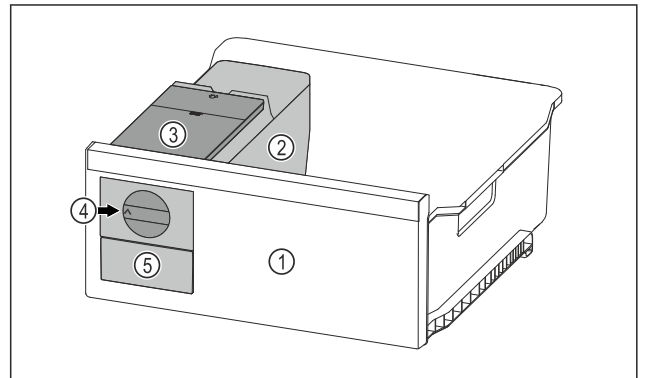

Fig. 90 Immagine a titolo di esempio
- ▶ Ruotare la manopola Fig. 90 (4) verso destra finché non si arresta.
- ▷ I cubetti di ghiaccio cadono dalla ciotola dei cubetti di ghiaccio nel cassetto dei cubetti di ghiaccio Fig. 90 (5).